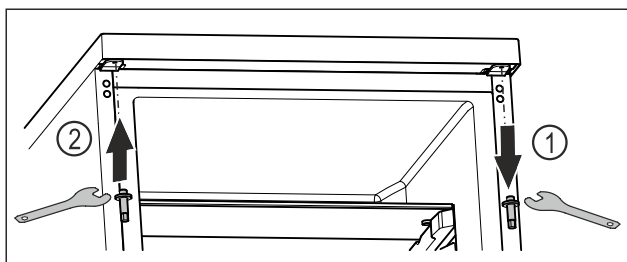

Fig. 23
- ▶ Wykręcić górny sworzeń kluczem imbusowym. Fig. 23 (1)
- ▶ Przykręcić sworzeń po przeciwnej stronie kluczem imbusowym. Fig. 23 (2)